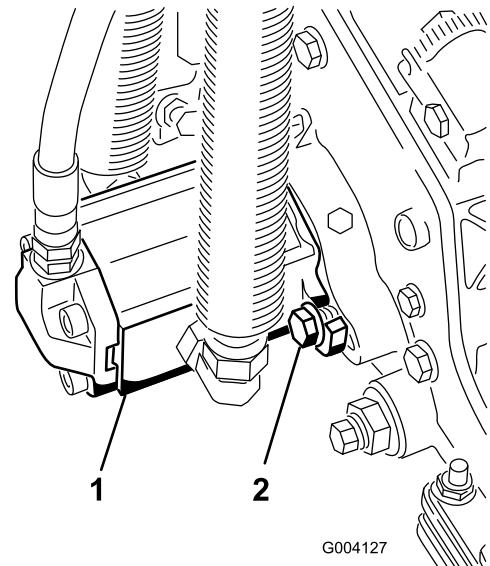

**Figura 14**
8. Prenda a corrente do braço de elevação ao suporte da corrente da unidade de corte (Figura 14) com o pino de encaixe da seguinte forma: